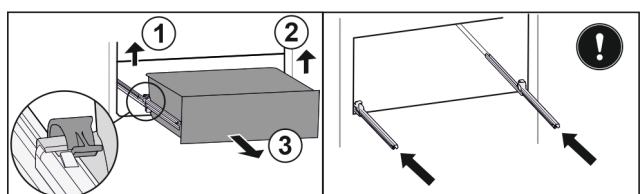

Fig. 142
- ▶ Nadvihnite ľavú svorku a súčasne ťahajte zásuvku vľavo dopredu. Fig. 142 (1)
- ▶ Nadvihnite pravú svorku a súčasne ťahajte zásuvku vpravo dopredu. Fig. 142 (2)
- ▶ Odoberte zásuvku dopredu. Fig. 142 (3)